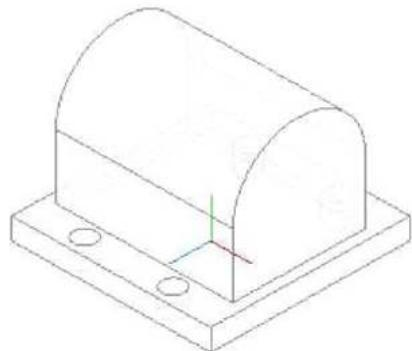

Рис. 7.27
4) Применяем к полученному эскизу команду **Приkleить выдавливанием**. **Направление выдавливания - Средняя плоскость, Расстояние - 80** (рис. 7.27).